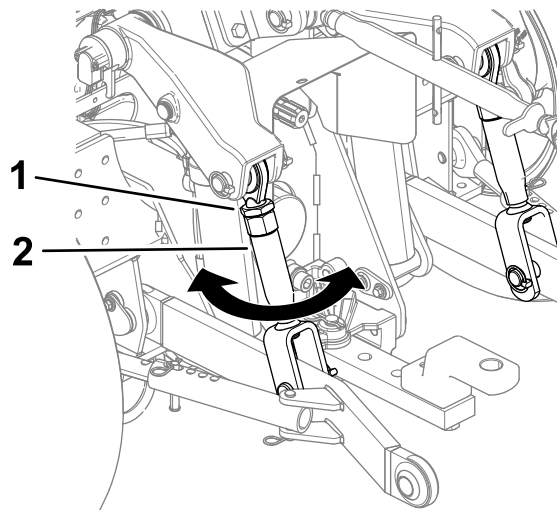

Figura 24
1. Desaperte a porca de retenção de qualquer articulação de elevação (Figura 24).
2. Ajuste a articulação de elevação para dentro ou para fora até que o acessório fique nivelado (Figura 24).
3. Aperte a porca de bloqueio (Figura 24).